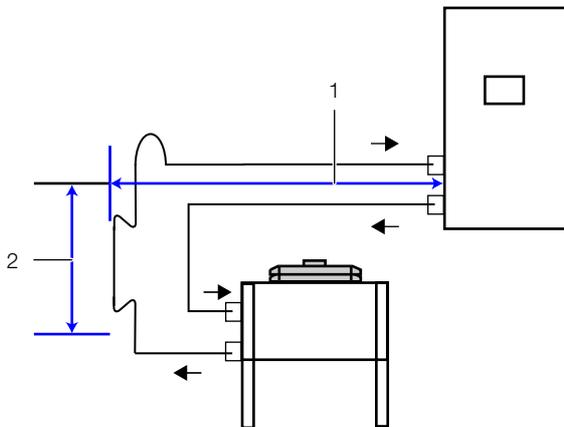
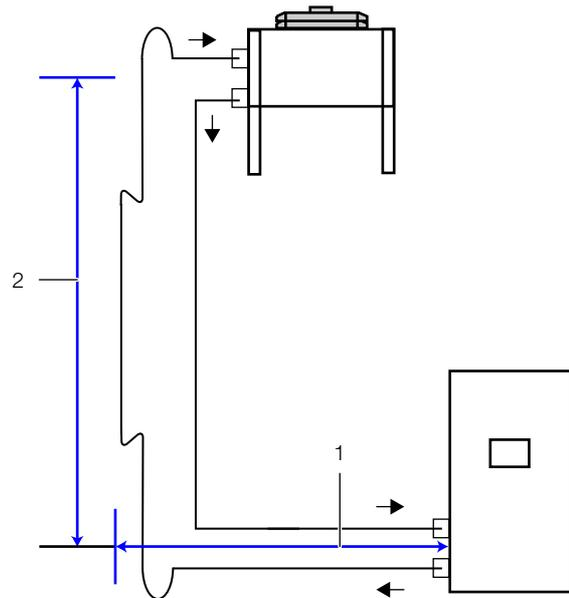

Fig. 11 : position relative du condenseur en-dessous le LCP DX
Fig. 12 : position relative du condenseur au-dessus le LCP DX
Distance maxi (horizontale (fig. 11, pos. 1) + verticale (fig. 11, pos. 2 ou fig. 12, pos. 2))	45 m maxi
Dénivelé maxi avec condenseur au dessus (fig. 12, pos. 2)	20 m maxi
Dénivelé maxi avec condenseur au dessous (fig. 11, pos. 2)	3 m maxi